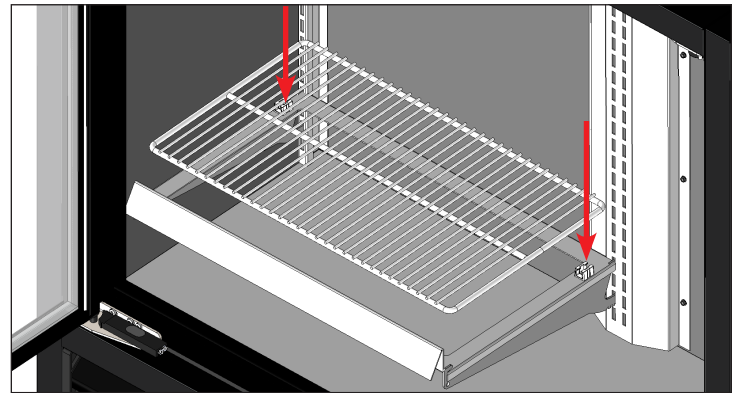

Fig. 16. Inserire il ripiano in maglia metallica nelle clip.
7. Inserire il ripiano in maglia metallica nelle clip di supporto ripiano. Vedere fig. 16 e 17.